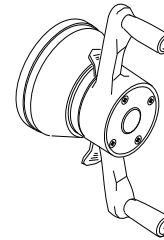

Figura 16
4. Apriete la tuerca rápida firmemente con ambas manos. Para hacer funcionar la tuerca rápida tire de la palanca de bloqueo y desbloqueo (Figura 16). Deslice la tuerca rápida en el eje roscado. Al entrar en contacto con la llanta, suelte la palanca de desbloqueo y apriétela firmemente. Para ayudar a centrar adecuadamente la rueda, hágala girar sobre el eje mientras aprieta la tuerca rápida.